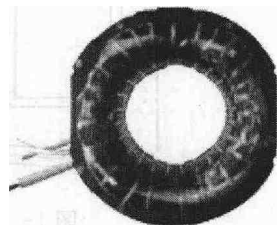

图 1—8 压缩机内的电动机绕组
(2) 蒸发器。蒸发器是冰箱内的冷热交换装置，在蒸发器内制冷剂由液态吸热变为气态，其实物如图 1—9 所示。